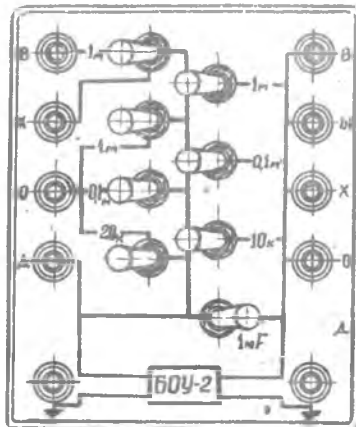

Рис.3.
1. Блок операционного (решающего) усилителя БОУ-2 (рис.3).